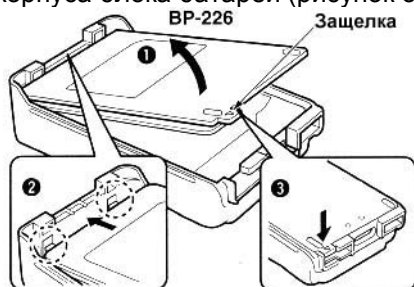

Рисунок 1
- (1) Просуньте ваш палец под защелку и откройте крышку корпуса батарей в направлении стрелки (1) на рисунке 1.
- (2) Установите пять щелочных батарей типа AA (R6), как показано на рисунке 2.
- (3) Закройте крышку корпуса с усилием в направлении стрелки (2), затем защелкните защелку (3) (рисунок 1).